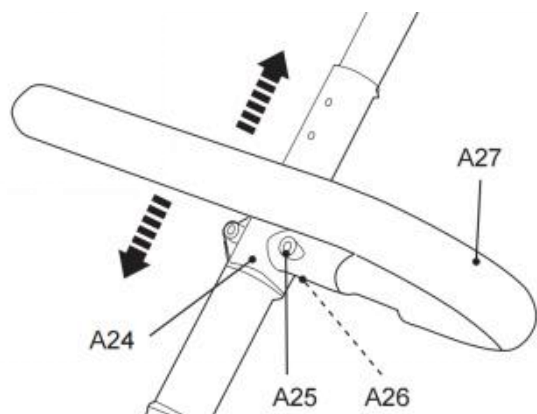

Fig. 35
2. Far scorrere la staffa (A24) verso l'alto o verso il basso in una delle tre posizioni fino a quando i fori di montaggio non sono allineati (Fig. 35).